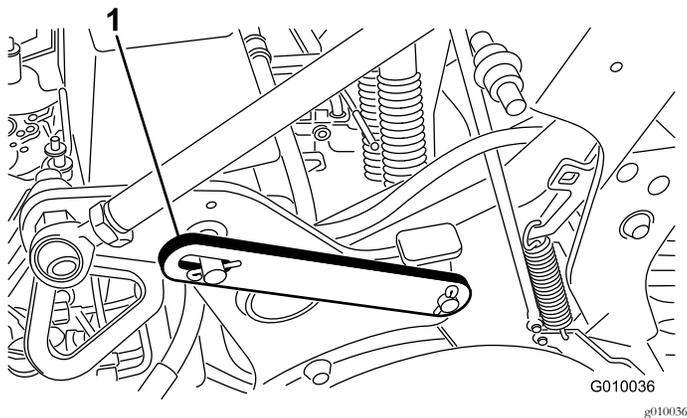

Figura 20
3. Togliete l'anello Seeger che fissa il fermo di servizio per il rimessaggio (Figura 20).